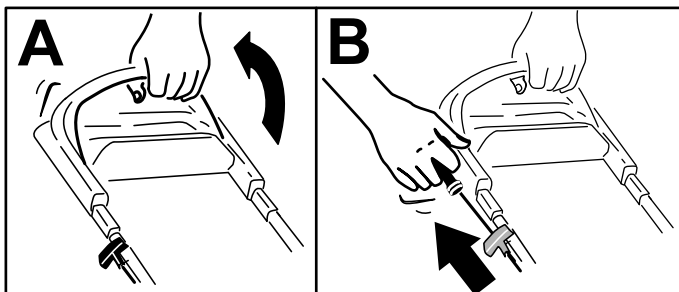

Bild 14
1. Drücken Sie den Schaltbügel gegen den Holm (A in Bild 14).
2. Ziehen Sie leicht am Rücklaufstartergriff, bis Sie einen Widerstand spüren. Ziehen Sie ihn dann kräftig durch und lassen ihn langsam in die Seilführung am Holm zurückgehen (Bin in Bild 14).